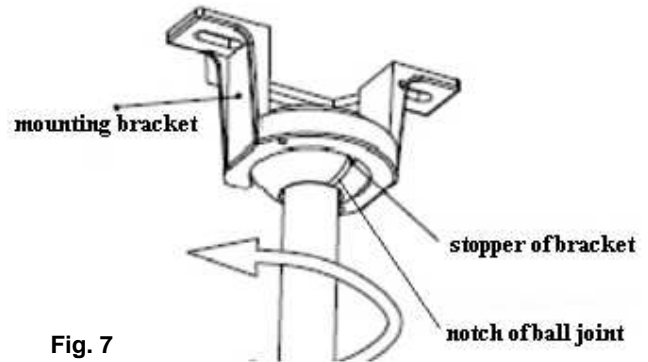

Fig. 7
1. Sollevare il corpo del ventilatore alla staffa di montaggio. Fig.7